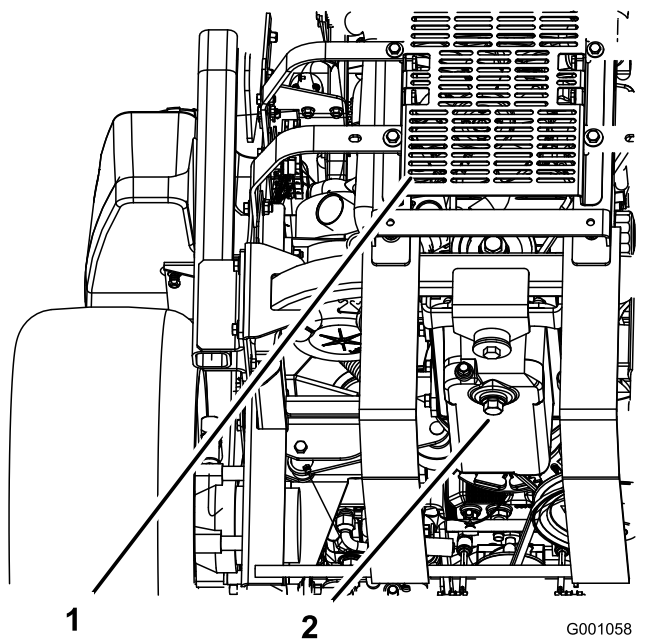

Figura 62
5. Collocate una bacinella sotto lo spurgo dell'olio. Togliete il tappo dell'olio e lasciate defluire completamente l'olio (Figura 62).